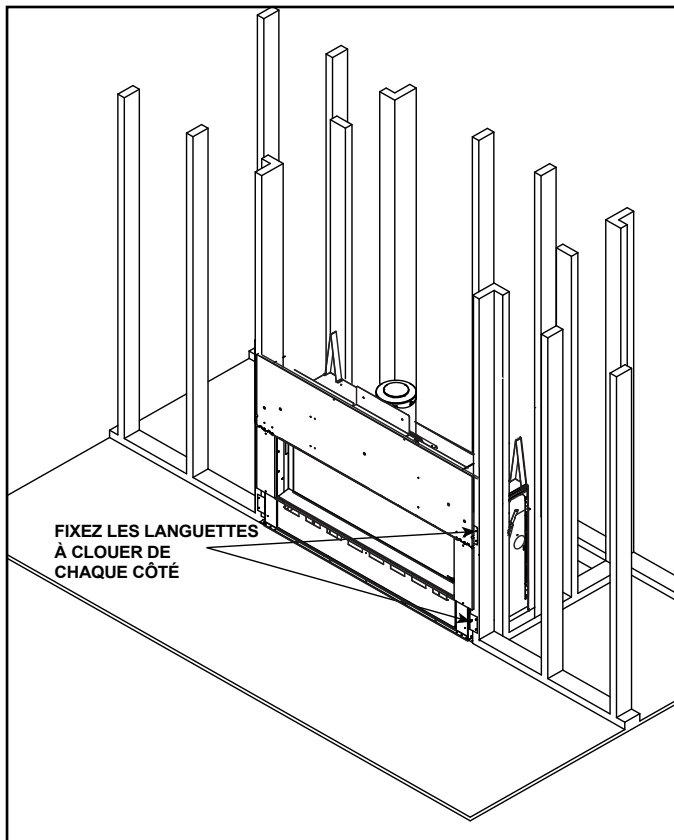

Figure 6.2 Emplacement des languettes à clouer
- Gardez les languettes à clouer à égalité de la charpente. Voir la figure 6.2.
3. Vissez chaque languette à clouer au matériau de charpente adjacent. Assurez-vous qu'un espace de dégagement de 25 mm (1 po) est maintenu sur les côtés et à l'arrière du foyer. Voir la figure 6.2.